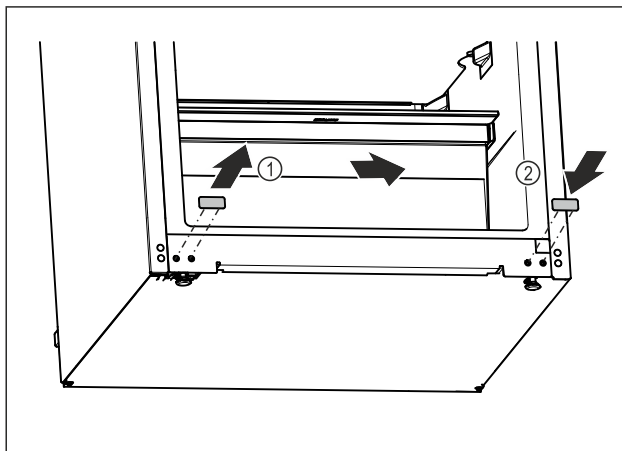

Fig. 13
- ▶ Vytáhněte krycí zátku. Fig. 13 (1)
- ▶ Zasuňte krycí zátku na opačné straně. Fig. 13 (2)